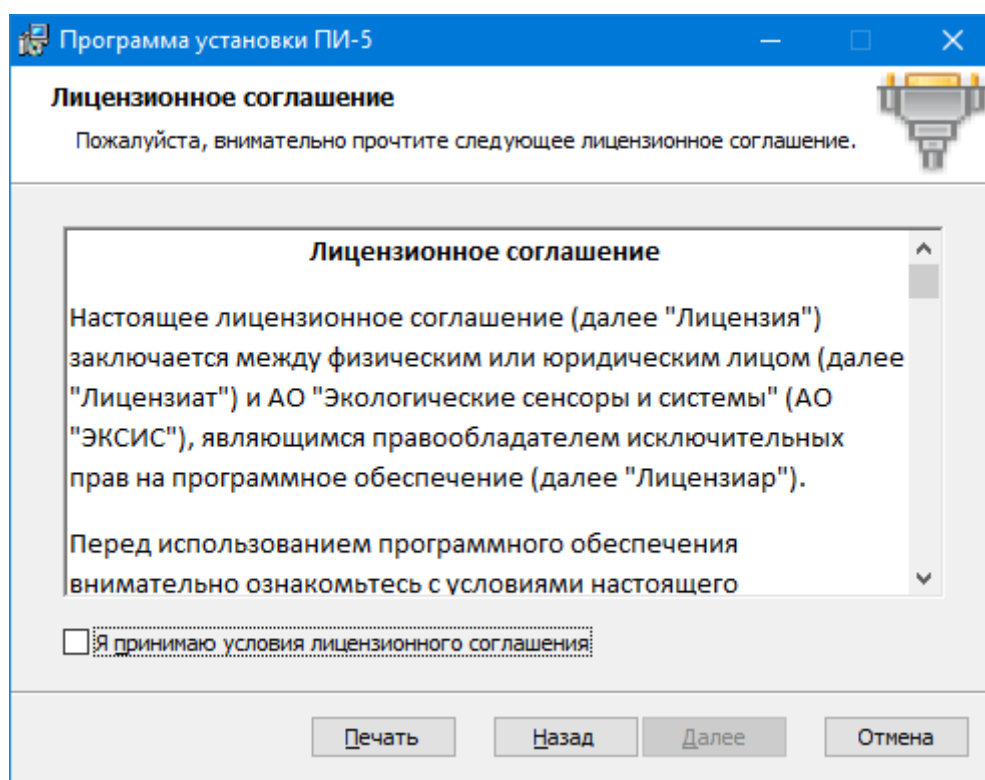

Рис. 2.3. Экран лицензионного соглашения
2. Ознакомление и принятие лицензионного соглашения с пользователем программного комплекса (рис. 2.3). Набор программ из программного комплекса